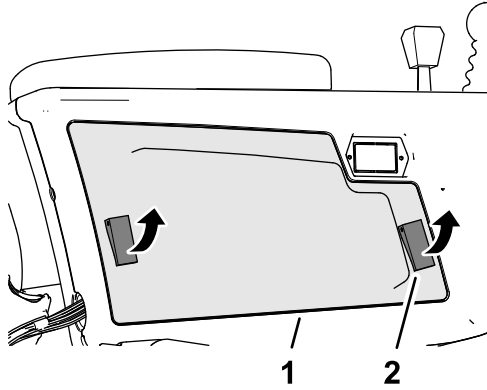

Figura 87
2. Abra os dois trincos que fixam a cobertura do braço de controlo ao braço de controlo, e remova a cobertura (Figura 87).